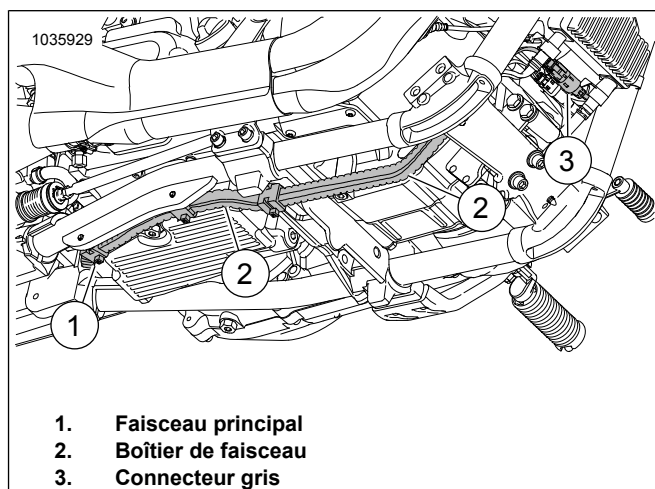

Figure 43. Boîtier de faisceau
12. Voir Figure 43. Acheminer le connecteur de faisceau gris hors du compartiment de batterie arrière :
- a. Localiser le faisceau principal (1) menant au boîtier de faisceau (2).
- c. Associer les connecteurs par couleur (3) : gris sur gris.
- d. Fixer le faisceau sur le côté intérieur du boîtier de faisceau (2) avec serre-câbles selon les besoins.